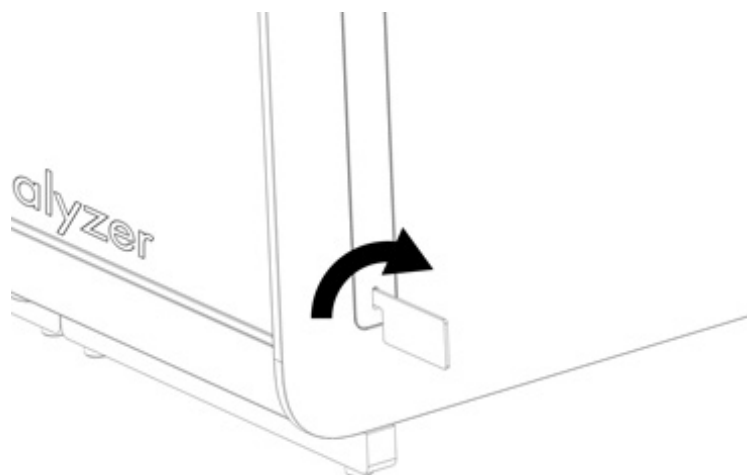

図 5.保護カバーを取り外す。
2. QIAstat-Dx Analyzer 1.0 と同梱の保護カバー取り外しツールを使用して、解析モジュールの側面から保護カバーを取り外します（図 5）。